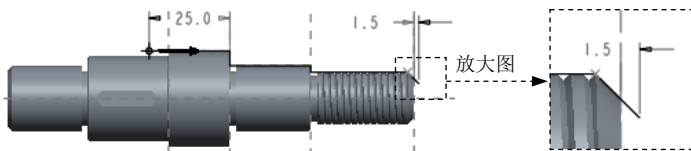

图 5.1.9 截面草图
Step2. 在“车削轮廓”操控板中，单击操控板中的按钮，然后在模型树中选取坐标系 ACS1 作为放置参考；单击按钮，系统弹出的“草绘”对话框，选取 NC_ASM_TOP 基准平面为草绘参考，方向选为左，单击 **草绘** 按钮，进入草绘环境；绘制图 5.1.9 所示截面草绘。